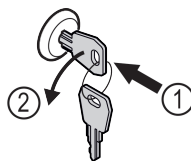

Fig. 206
- ▶ Uvucite ključ. Fig. 206 (1)
- ▶ Okrenite ključ za 90° nalijevo. Fig. 206 (2)